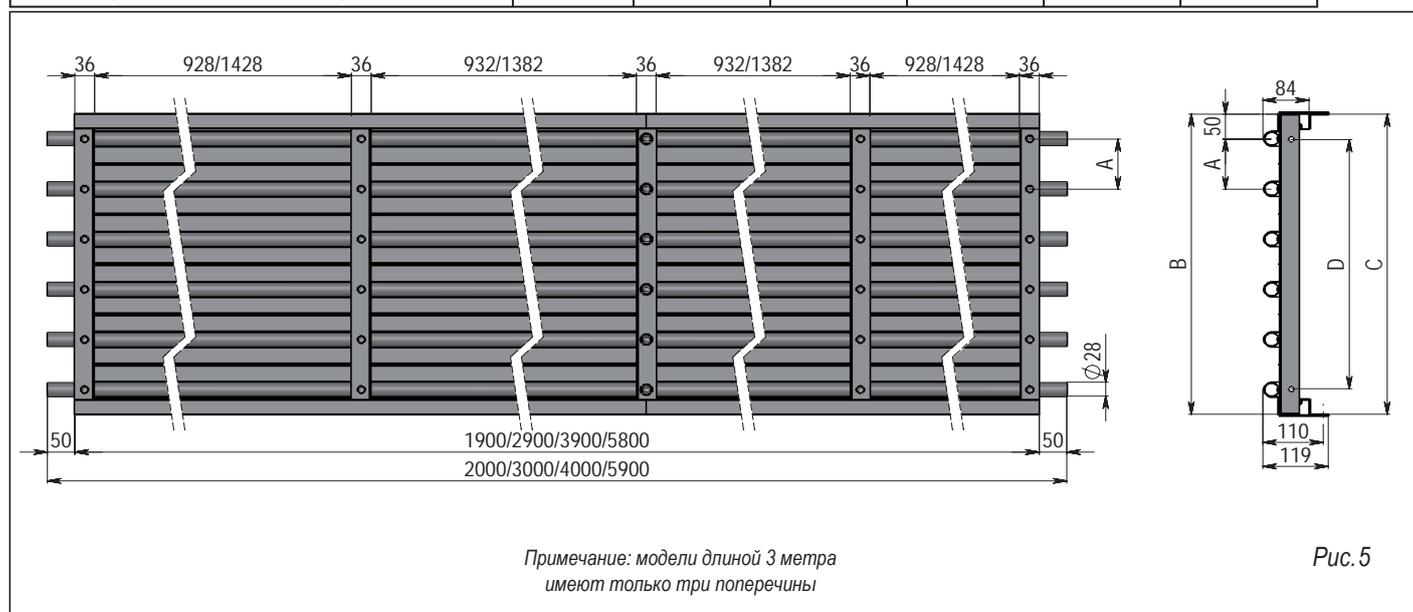
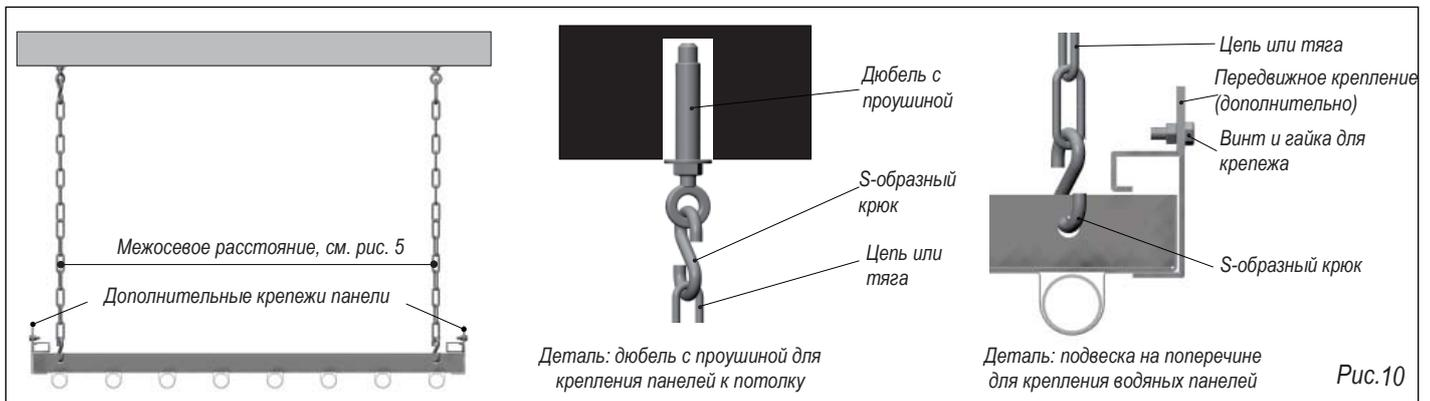

Рис. 5
Рис.10
- в случае с железобетонной конструкцией укрепить дюбели с проушиной к потолку (см. рис. 10), в случае с легкой конструкцией – укрепить в балках, опирающихся на стойки. Цепи должны располагаться поперек, с межосевым расстоянием, равным расстоянию между двумя отверстиями, расположенными на поперечинах (см. длину D на рис. 5), продольно на расстоянии не менее 2900 мм;